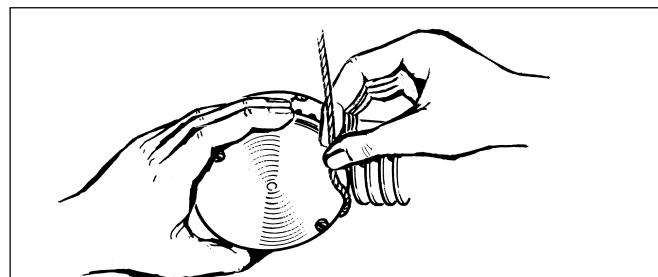
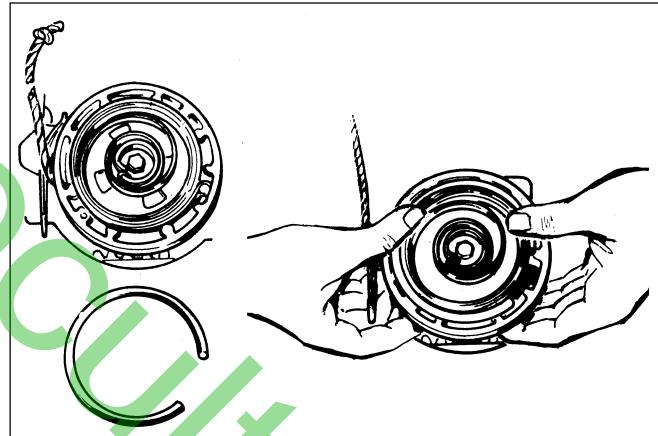

Fig. 10
Fig. 11
- Annuler la tension du ressort principal (5) en défaissant la poignée et en faisant glisser la corde (12) sous la patte de fixation (16) (voir Fig. 10).
- Dévisser les deux vis (1) et retirer le couvercle ressort (2). A ce stade, le ressort peut être remplacé sans autre démontage.
- Retirer l'ancien ressort (5) et positionner le ressort pré-contraint neuf, pousser le ressort dans son logement (Fig. 11).